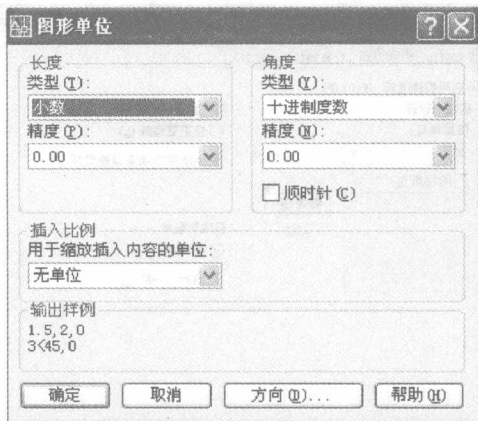

图 1-14 设置图形单位
- 5) 在“插入比例”选项区域的“用于缩放插入内容的单位”下拉列表框中选择“无单位”,如图 1-14 所示。